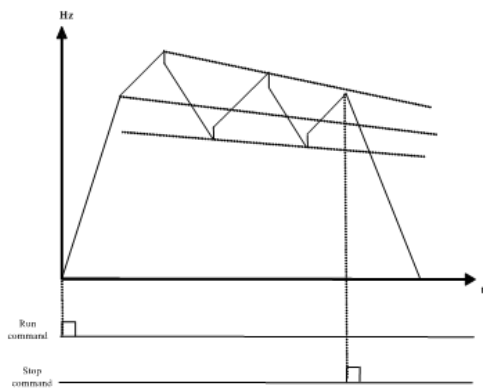

Fig 6-7
- F235=2, режим линейного перемещения 2, центральная частота понижается, рабочий процесс показан на рис. 6-7.